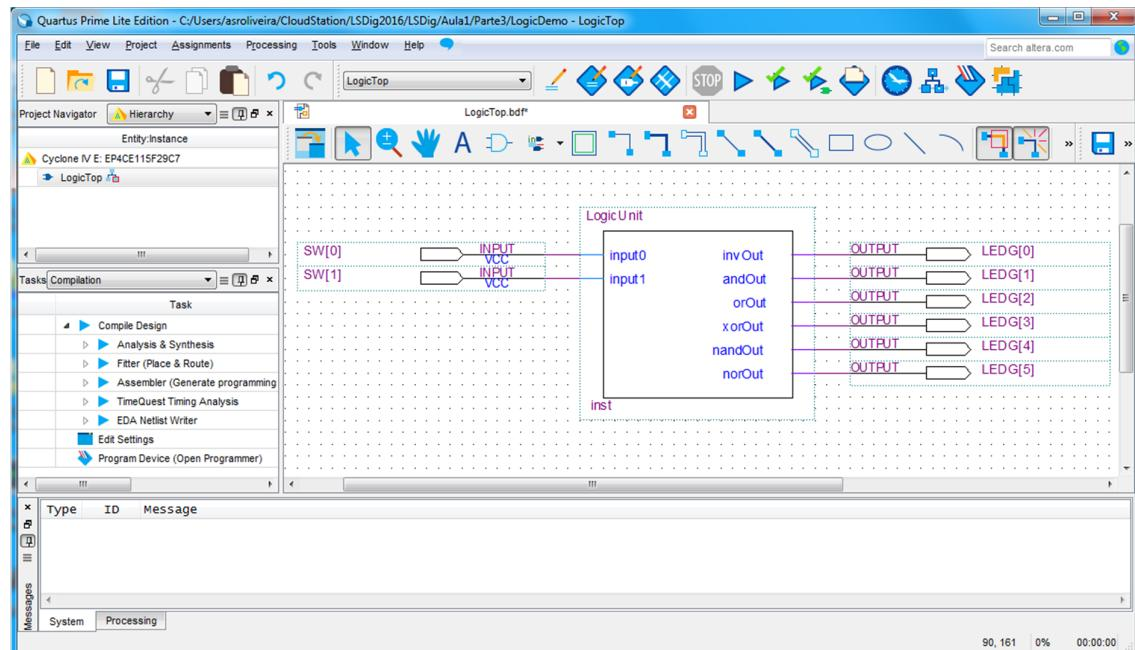

Figura 56 – Interligação do módulo “LogicUnit” e dos portos de entrada e de saída e identificação dos diversos elementos do circuito no módulo “LogicDemo”.
8. Ligue as entradas e as saídas do módulo “LogicUnit” a portos de entrada e de saída tal como ilustrado na Figura 56 (entradas ligadas a interruptores e saída a LEDs do kit).